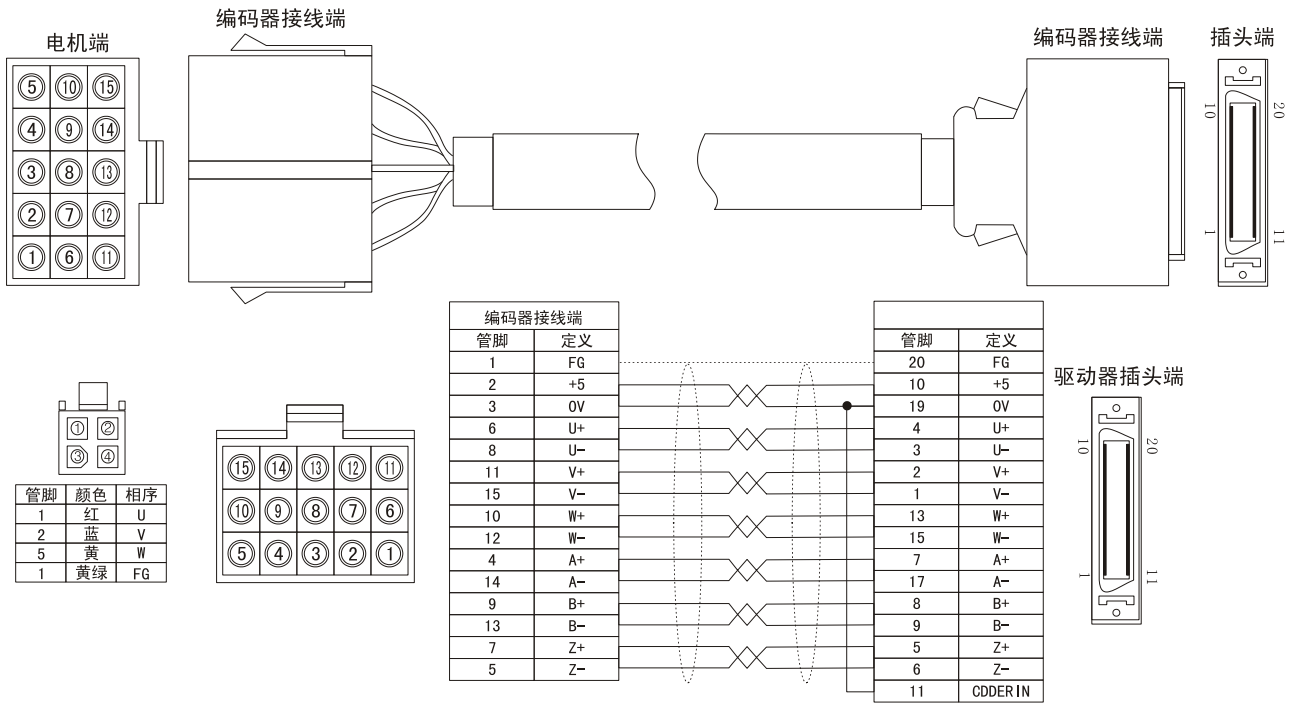

图 3.3 电机端为塑料插头，驱动器侧为紧密型插头
1) 电机端为塑料插头，驱动器侧为紧密型插头，如图 3.3 所示。